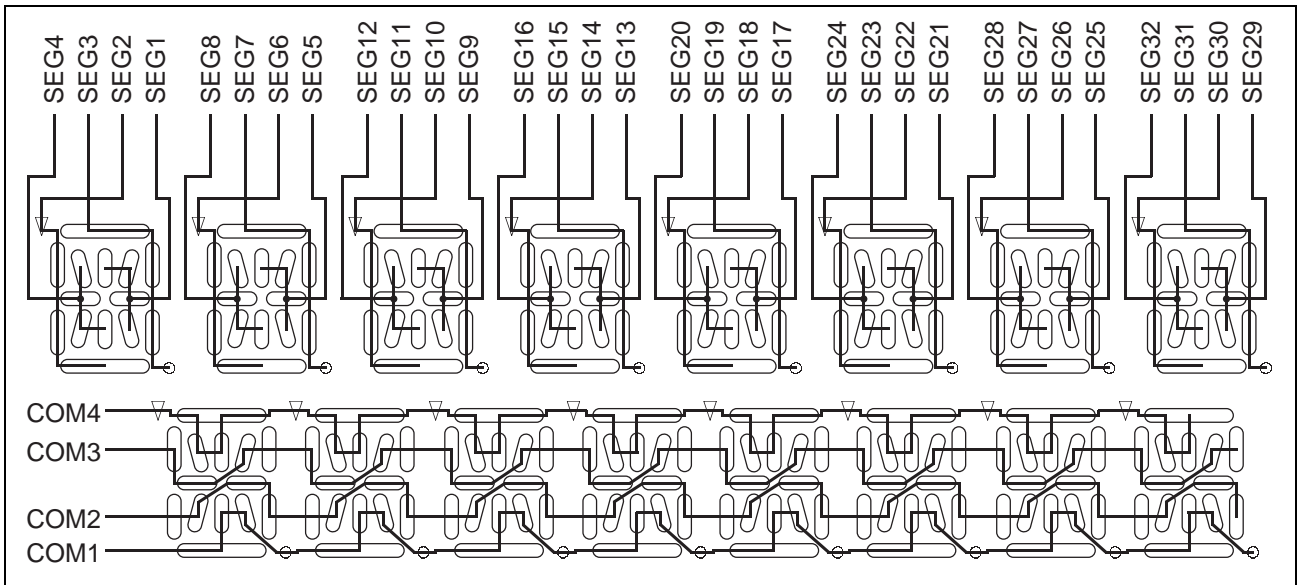

图 3 本例子使用的 8 位 16 段 LCD 的段信号和公共信号的连接图
(4) 本例子用段外部扩展的 1/4 占空进行 8 位 16 段 LCD 的液晶显示。本例子使用的 8 位 16 段 LCD 的段信号和公共信号的连接图如图 3 所示。